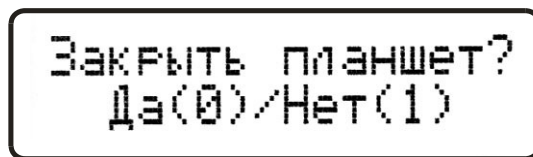

Рисунок 15
6.3.2.4 Клавиша «С»/«КП» в режиме записи данных измерений в память измерителя служит для закрытия последнего незакрытого планшета. После нажатия на данную клавишу на индикатор выводится запрос на подтверждение закрытия планшета (Рисунок 15):